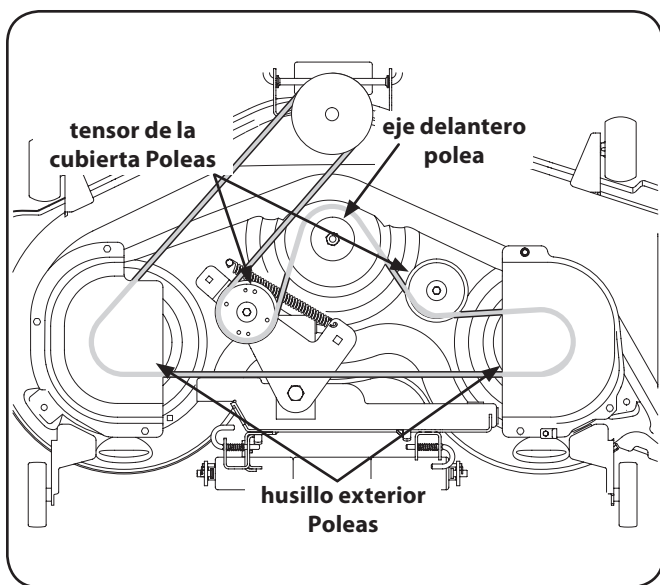

Figura 7-8
4. Para colocar la nueva correa comienza mediante el enrutamiento de la correa alrededor de las dos poleas de husillo exterior, a continuación, alrededor de la polea del husillo frontal como se muestra en la Figura 7-8.
5. A continuación, pase la correa alrededor de las dos poleas locas de la plataforma como muestra en la Figura 7-8.